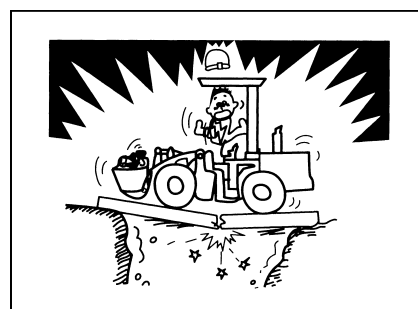

Рис. 1-92
- Перед началом движения погрузчика через мост или другие сооружения следует убедиться в достаточной прочности (рис. 1-92).